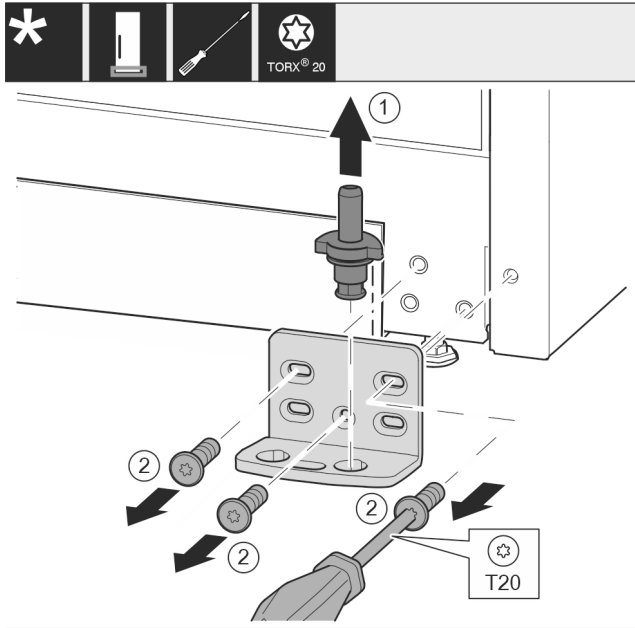

Fig. 15
- ▶ Sortir complètement l'axe de palier par le haut. *Fig. 15 (1)*
- ▶ Desserrer les vis avec le tournevis T20 et enlever le support de palier. *Fig. 15 (2)*